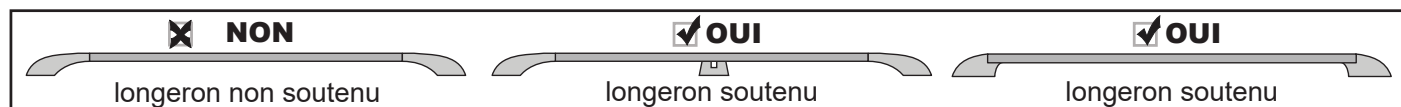

fig. 3
- ☐ Ne pas installer sur des longerons en porte-à-faux ou des longerons insuffisamment soutenus (voir la figure 3).